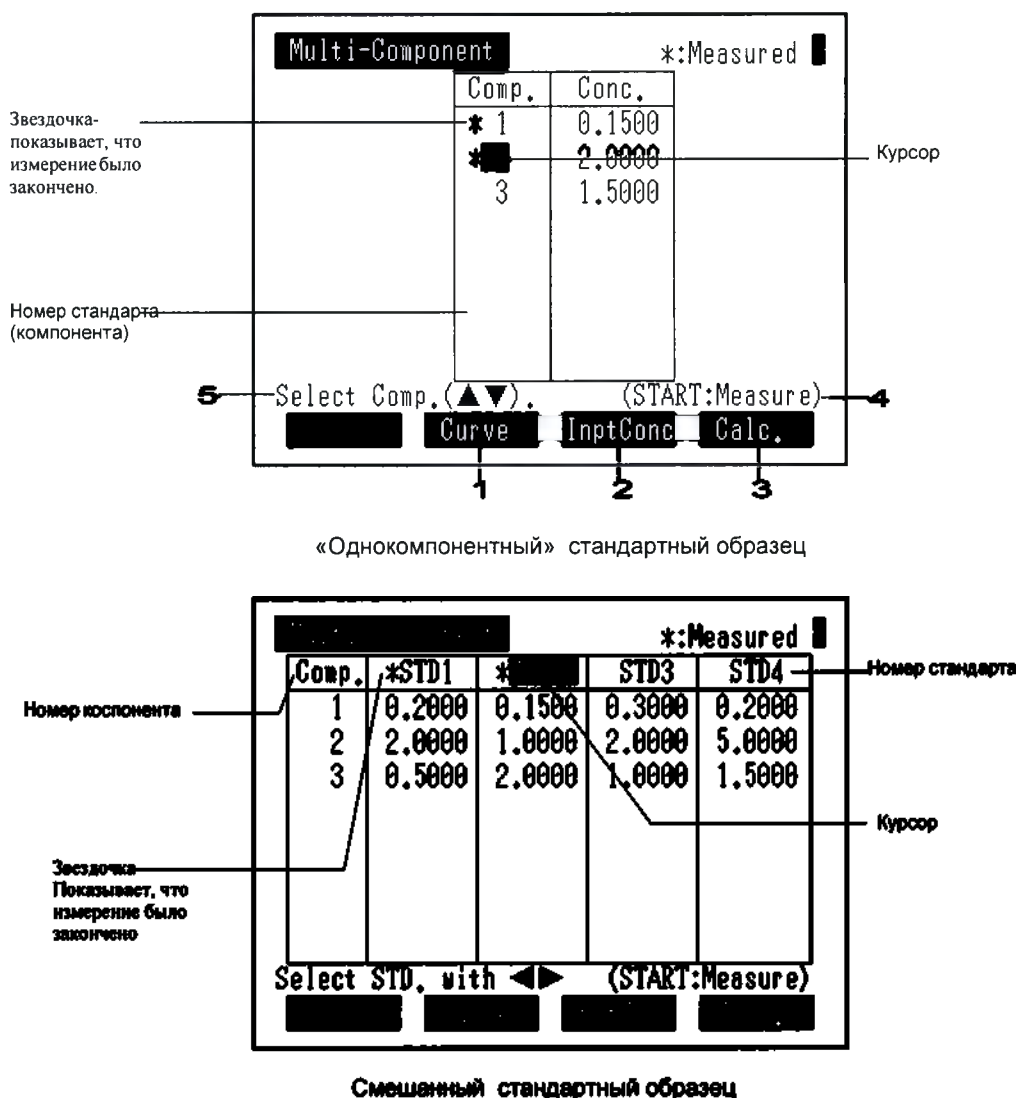

Рис. 11.9 Экран ввода данных о стандартных образцах
- 1 На экране ввода данных о стандартных образцах (Рис. 11.9) передвигайте курсор, используя клавиши   (клавиши   для «смешанного» образца), в позицию, для которой необходимо ввести значение концентрации. Затем нажмите клавишу  [InptConc].
- 4 После ввода всех численных значений концентраций нажмите клавишу  для возврата на Экран ввода данных о стандартных образцах (Рис. 11.9)
- 1 При выборе экрана ввода данных о стандартных образцах (Рис. 11.9), передвигайте курсор при помощи клавиш   (клавиш   для «смешанных» образцов) в позицию того компонента (стандарта), который необходимо измерить.
1 На экране ввода данных о стандартных образцах (Рис. 11.9) передвигайте курсор при помощи клавиш  в позицию компонента (стандарта), для которого Вы хотите загрузить данные. Нажмите клавишу  [Curve].